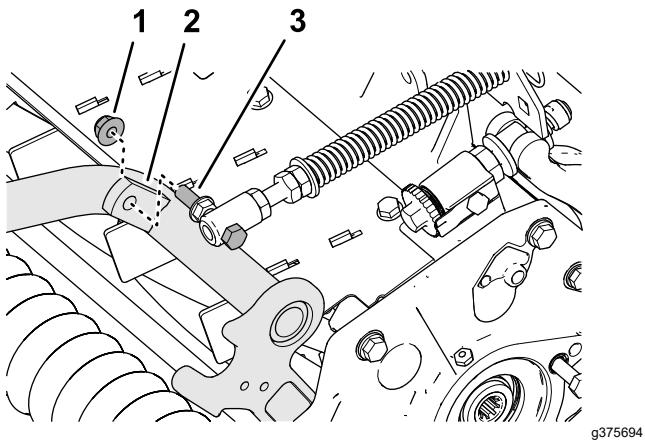

图 10
4. 使用凸缘锁紧螺母 $\frac{3}{8}$ 英寸将草坪补偿弹簧的平头螺丝组装到承载架图 10 的右侧凸耳上。